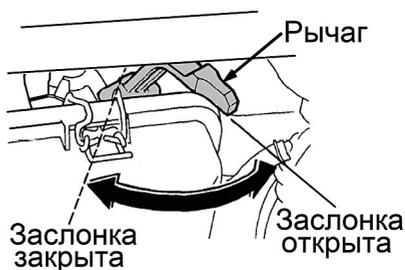

Рис. 10 Рычаг управления воздушной заслонкой карбюратора
3. Закройте воздушную заслонку карбюратора (Рис. 10).
- Закройте воздушную заслонку карбюратора (Рис. 10).